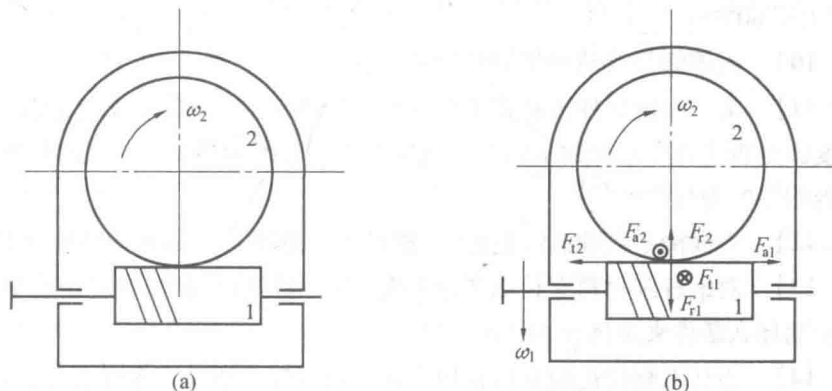

图 5.6
【例 5.12】 图 5.6(a) 所示为普通圆柱蜗杆传动。已知: $m = 8\ \text{mm}$, $d_1 = 63\ \text{mm}$, $z_1 = 2$, $i = 21$, 蜗杆转速 $n_1 = 1\ 450\ \text{r/min}$, 弹性系数 $Z_E = 160\sqrt{\text{MPa}}$, 载荷系数 $K = 1.1$, 传动效率 $\eta = 0.78$, 工作寿命为 10 000 h, 蜗轮材料为铸锡磷青铜 (ZCuSn10P1), 基本许用接触应力 $[\sigma]_{\text{H0}} = 200\ \text{MPa}$, 寿命系数 $K_{\text{HN}} = \sqrt[8]{10^7/N}$ (其中 N 为应力循环次数), 该蜗杆传动应满
(4) 蜗杆转动方向及蜗杆和蜗轮上各分力的方向示于图 5.6(b) 中。